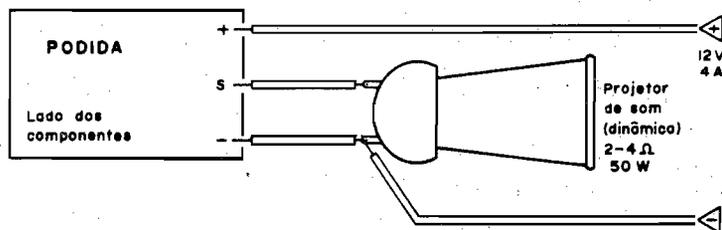
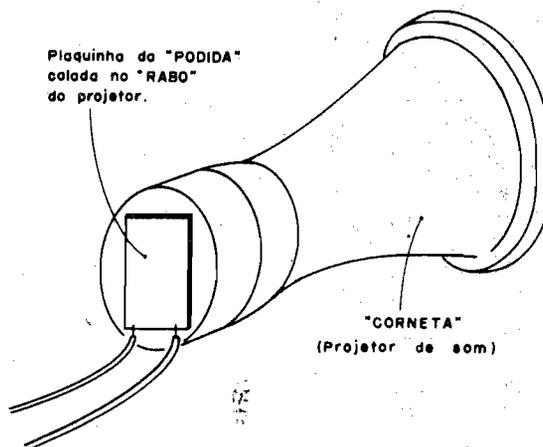

Fig.4
Fig.5
- - Adesivo forte (tipo epoxy) para eventual colagem/fixação da placa da PODIDA ao "rabo" do próprio projetor de som, conforme sugestão abordada na fig. 5).
- FIG. 4 - CONEXÕES EXTERNAS À PLACA
- Mais simples, impossível! São apenas três ligações (a placa ainda é vista pela sua face **não cobreada**, na figura...), claramente codificadas junto aos furos periféricos a elas destinados. O ponto (+) vai aos 12V **positivos** da alimentação, o terminal (-) vai ao **negativo** da citada alimentação (num veículo, irá ao "chassis" ou "massa"...), e o ponto (S), de Saída, vai ao transdutor (projektor de som dinâmico, eletromagnético, 2 a 4 ohms...). O "outro" terminal do dito projetor vai ligado à linha do negativo da alimentação... Norem que se for adotada a configuração mecânica final sugerida na próxima figura (detalhes mais à frente...), as ligações do transdutor à placa/alimentação serão curtíssimas, sobressaindo apenas a cabagem dupla destinada às ligações do **positivo/negativo** de energização do circuito... Como é convencional, recomendamos usar, na cabagem da alimentação, as cores/código **vermelho** para o **positivo** e **preto** para o **negativo** (quem **ainda** não decorou isso, é "filho do padre"...).
- FIG. 5 - SUGESTÃO PARA ACOMODAÇÃO FINAL - Vivemos a era da compactação... Tudo **deve** ser pequeno, ocupar o mínimo de espaço (essa filosofia foi "inventada" pelos japoneses, por óbvias limitações geográficas, mas o mundo todo "entrou na onda" e, para não sermos taxados de "adeptos de trambolhos", vamos junto...) e com essa intenção propomos a sugestão mostrada na figura, para implementação mecânica final da PODIDA: simplesmente colar (com adesivo forte, de epoxy...) a placa do cir-